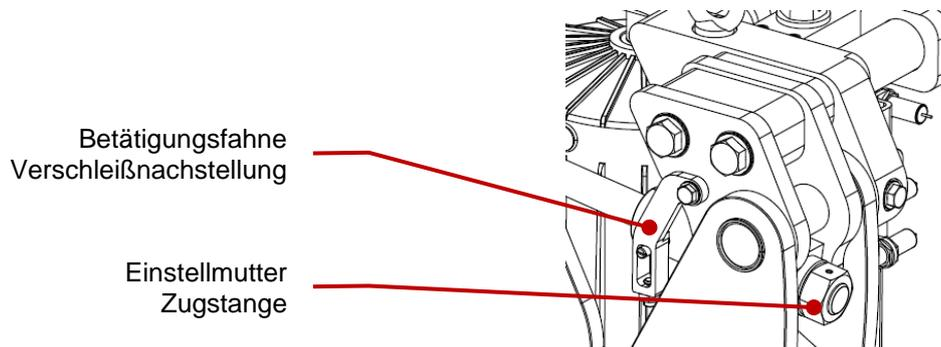

Fig. 9: Einstellung Verschleißnachstellung
- Demontieren Sie die Betätigungsfahne der Verschleißnachstellung (siehe Fig. 9).